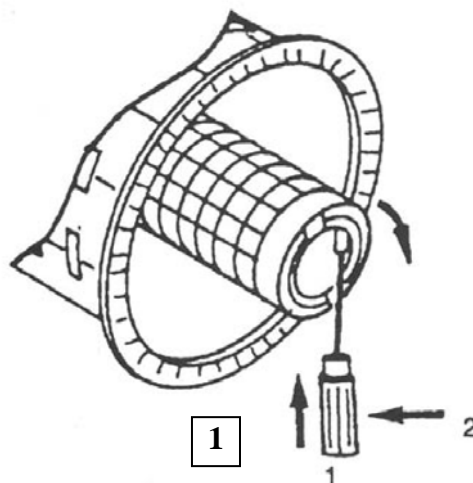

Fig. 11 Retirar sello (modelo B)
- Retirar el sello del elemento secundario con una herramienta adecuada (por ej., destornillador) apretando desde el interior hacia el exterior y tirar hacia arriba de las dos solapas (véase Fig. 11). **Abrir el sello (membrana) únicamente para cambiar el elemento secundario.**